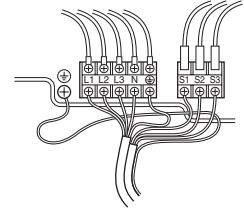

Fig. 6-2
6.1. Dış ünite (Fig. 6-1, Fig. 6-2)
① Servis panelini sökün.
② Fig. 6-1 ve Fig. 6-2'ye bakarak kabloları bağlayın.